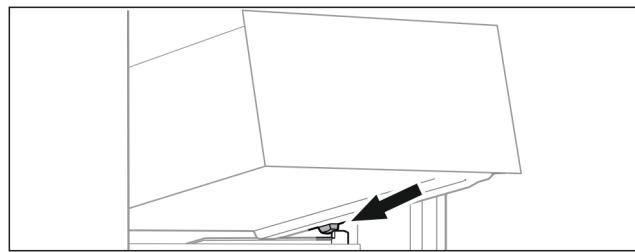

Fig. 61
- Schubfach schräg hinter den Stopfern auf Behälterrippe aufsetzen. (siehe Fig. 61)